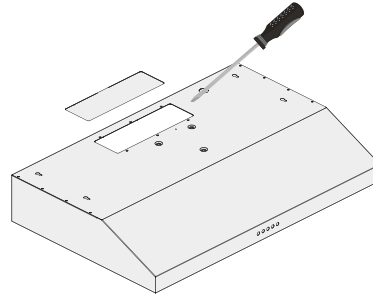

Figure 8
- Selon l'option de ventilation extérieure choisie (voir page 16), sortez le panneau d'acier soit sur le haut ou à l'arrière de la hotte (voir figure 8).